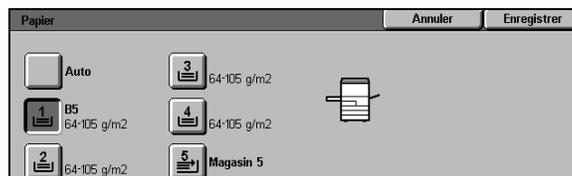

Figure 22 : Écran Alimentation papier
- Appuyez sur **Suite...** afin d'afficher l'écran illustré à la figure 22 ; il permet de choisir l'un des cinq magasins.